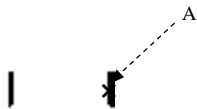

图 17.9.7 创建“门”图块
(1) 创建图 17.9.7 所示的“门”图块。
① 将图层切换至“门窗”图层，选择下拉菜单 **绘图(D)** → **矩形(R)** 命令，绘制长度值为 0.4、宽度值为 10 的矩形作为门扇；确认 **极轴追踪** 和 **对象捕捉** 按钮处于显亮状态，捕捉矩形左上端点和矩形的下水平边，用 **绘图(D)** → **圆弧(A)** → **起点、端点、半径(R)** 命令绘制半径值为 10 的圆弧。
② 将图层切换至“墙体”图层，选择下拉菜单 **绘图(D)** → **直线(L)** 命令，以矩形右下端点为中心点绘制长度值为 3.5 的竖直线，用复制的方法得到另一条竖直线，其中点位于圆弧的下端点上。
③ 选择下拉菜单 **绘图(D)** → **块(K)** → **创建(M)...** 命令，以 A 点为插入点，建立名为